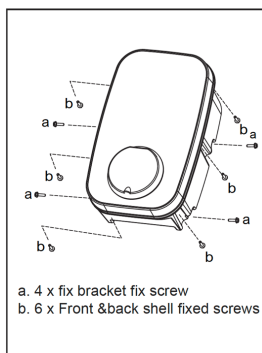

Abb. 10
2. Entfernen Sie die 6 Schrauben, die die vordere und die hintere Abdeckung verbinden. Bewahren Sie alle Schrauben zur späteren Verwendung auf. Siehe Abbildung 10 als Referenz (Positionen „a“ und „b“).
- a9. Schrauben Sie das Gerät mit den zuvor entfernten Schrauben wieder an der Montagehalterung fest (umgekehrter Vorgang zur in Abbildung 10 beschriebenen Demontage).